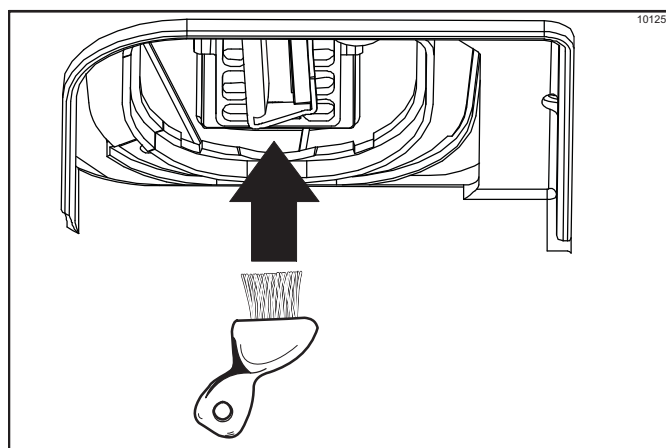

Figura 6-17
26. Sumerja repetidamente el cepillo de surtidor en el cubo de solución de limpieza/desinfección y limpie con mucho cuidado la cuchilla del conjunto de la granizadora y la zona alrededor (Véase la figura 6-17).